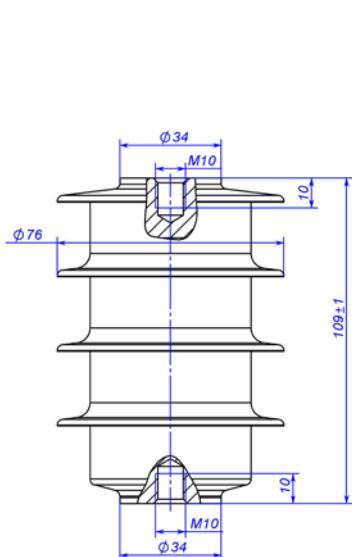
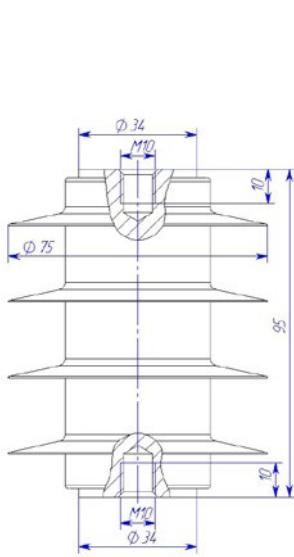

Рис. 5. ОПН-6 УХЛ1
Рис. 7. ОПН-6 УХЛ2
*** - рис. 5 и 6 для ОПН наружного исполнения; рис. 7 и 8 для ОПН внутреннего исполнения (категория размещения - 2).